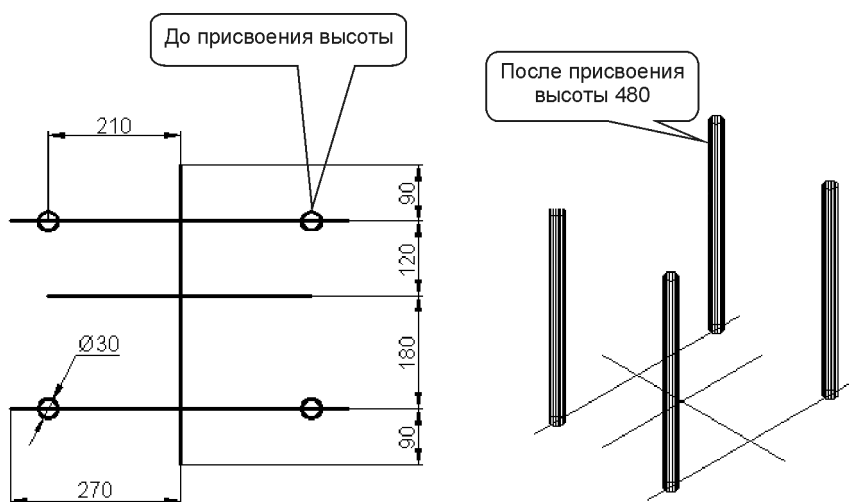
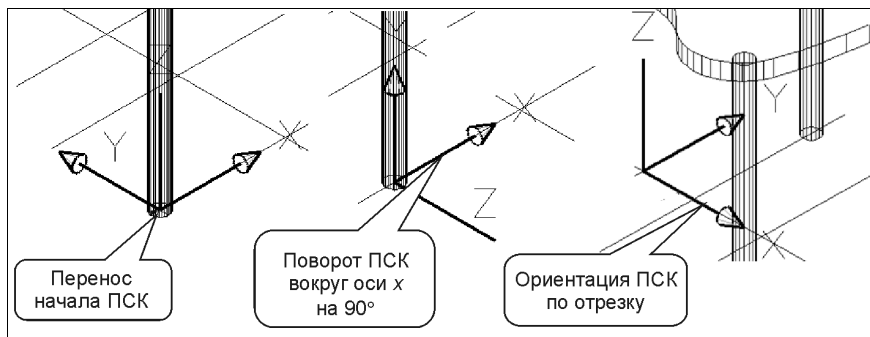
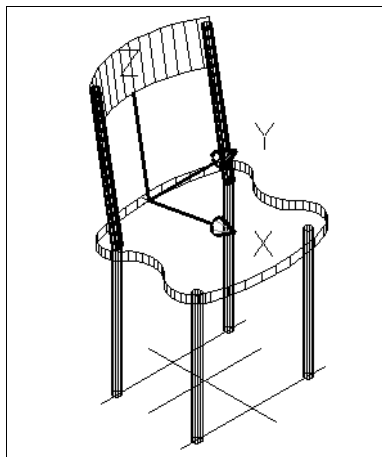

Рис. 3.13. Круги до и после присвоения высоты
Рис. 3.16. Перемещение начала, поворот вокруг оси x и построение по объекту новой ПСК
Рис. 3.18. Стул, созданный из выдавленных объектов
2. На запрос в командной строке введите с клавиатуры новое значение высоты и нажмите клавишу `<Enter>`. Теперь все последующие объекты будут вычерчиваться с этой высотой до тех пор, пока ей не будет присвоено другое значение (рис. 3.13).
Поворот на заданный угол (рис. 3.16) можно выполнить в пространстве вокруг любой из трех осей координат. Для поворота системы координат вокруг оси x , например, выполните следующее:
Так, например, на рис. 3.16 ПСК ориентирована по отрезку с началом в верхнем его конце.
Завершим создание модели стула с прозрачным сиденьем (см. рис. 3.13, 3.14, 3.16). Для этого переместим систему координат на конце отрезка (см. крайний правый вид на рис. 3.16) на высоту 510 — это плоскость верхней части сиденья. Затем повернем ее на -10° градусов, чтобы создать нужный наклон спинки стула из двух стоек и опорной поверхности (рис. 3.18).
ить системной переменной $OSNAPZ = 1$ и установить уровень, соответствующий высоте стоек, т. е. 480. Получится модель, изображенная на рис. 3.18.